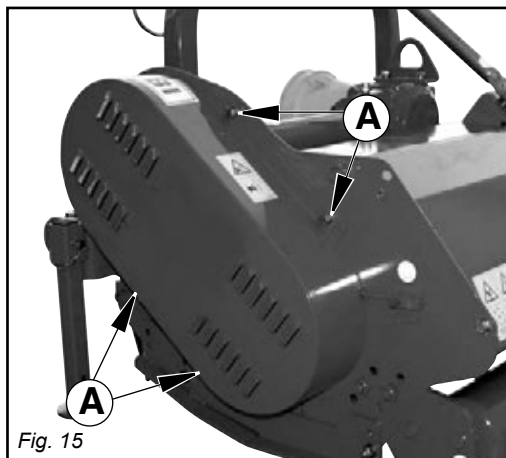

Fig. 15
- Togliere le viti che fissano il carter di protezione (A Fig. 15), aprire il carter tirandolo verso l'esterno.
- Rimontare il carter, fissandolo con le relative viti tolte in precedenza (Fig. 15).
- Fjerne skruerne der fastholder afskærmningen (A Fig. 15) og åbne afskærmningen ved at trække den ud.
- Montér igen afskærmningen og skru den fast med de tilhørende, førhen eliminerede, skruer (Fig. 15).
- Ta bort skruvarna som fäster skyddskåpan (A - Fig. 15). Öppna kåpan genom att dra den utåt.
- Återmontera kåpan och fäst den med motsvarande skruvar (Fig. 15).